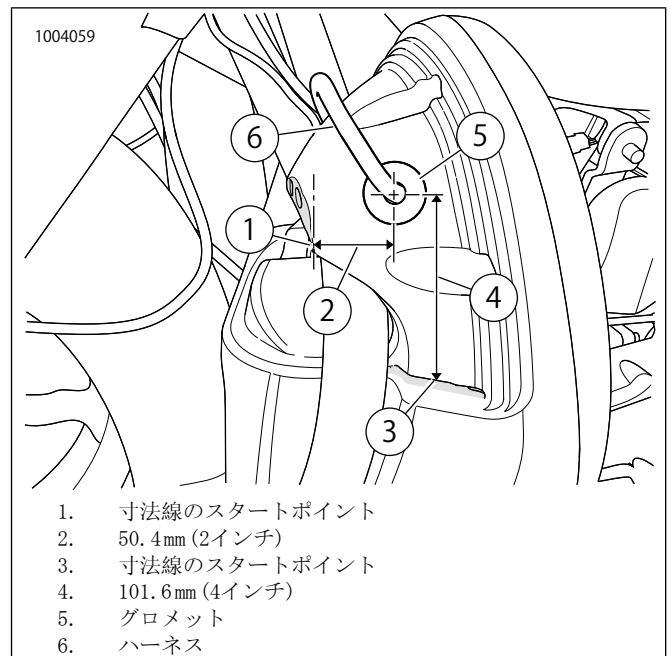

図11。図は左ロアフェアリング
- 図11を参照してください。ロアフェアリングの外側に、パイロット穴の位置を示すマークを付けます。